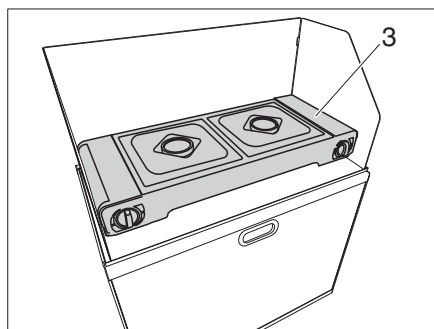

Figura 25 Instalar la cocina de 2 fuegos
- Retirar la cocina de 2 fuegos (Figura 25,3) de la Campbox e instalar en el cortavientos.